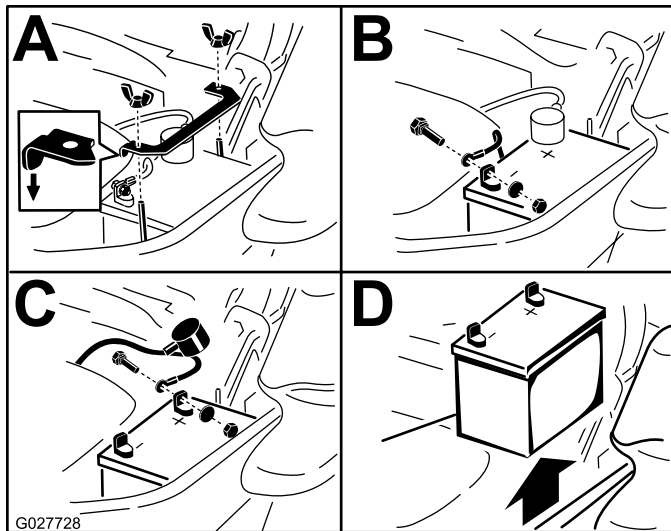

Figura 70
3. Rimuovete la batteria come illustrato nella Figura 70.
**Nota:** Posizionate la batteria nel vassoio, con i poli in posizione opposta al serbatoio idraulico (Figura 70).